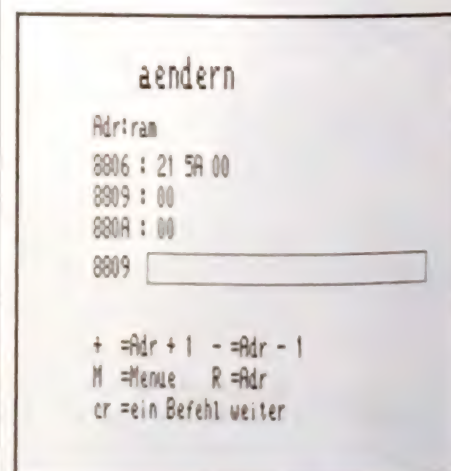

Bild 22. So wird weiterprogrammiert, damit ein Quadrat entsteht
5. Auf Adresse 8806 ist der Befehl „C9“ zu sehen. Dieser Befehl wird nun durch einen neuen Befehl überschrieben. Nämlich durch „21 #90.W“. Damit ergibt sich Bild 22 wenn „CR“ getippt wird.